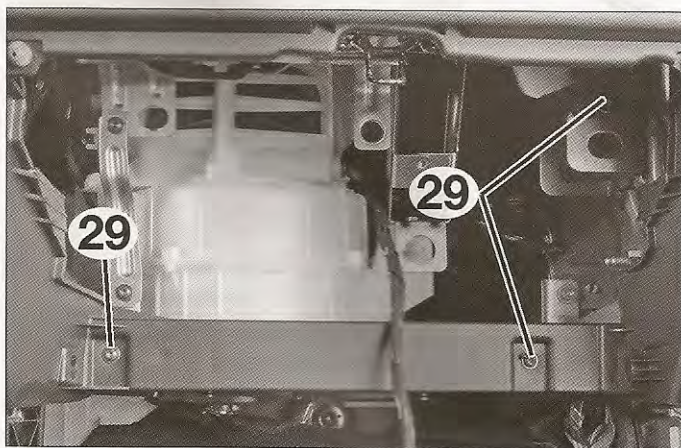

FIG. 36
- Desmontar los tornillos de fijación (29) del salpicadero lado pasajero (fig. 36).